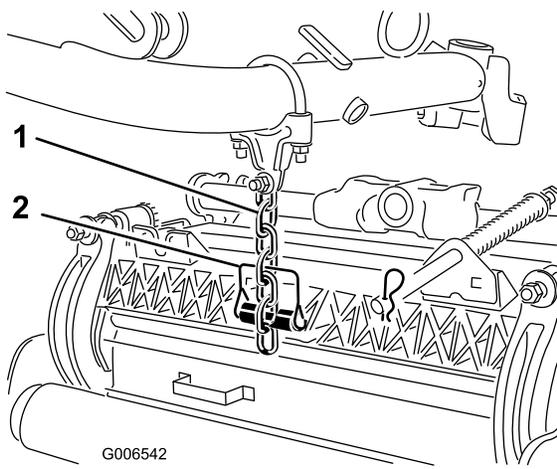

図 18
7. スナッパ・ピンを使って、昇降アームのチェーンをカuttingユニットのチェーン・ブラケット (図 18) に、以下の手順で固定する。